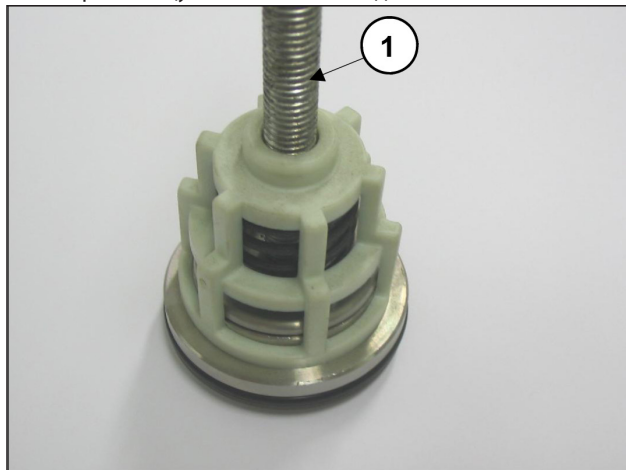

Рис. 17
- Снимите клапанные узлы всасывания и нагнетания, закрутив винт М8, длина которого позволяет воздействовать на тарелку клапанов и извлечь направляющую клапана из гнезда (Рис. 17, поз. ①).